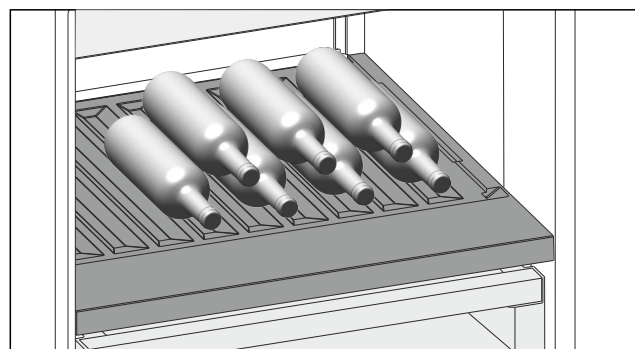

Fig. 145 Voorbeeldweergave
- ▶ Flessen met de bodem naar achteren tegen de achterwand plaatsen. (zie Fig. 145)